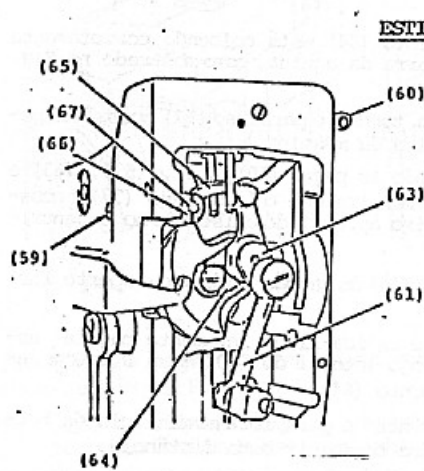

Fig. 25
5. Afrouxe o parafuso pequeno (59), Fig.25 localizado na parte traseira do braço da máquina.
6. Gire a plia da máquina até que a abiela (65) da alavanca do estica-linha esteja na sua posição mais baixa e remova a biela (65) e seu pino gonzo (66) tomando cuidado para não afrouxar o seu pavio (67) até que o pino seja removido.
7. Pressione, com cuidado, o estica-linha (60), Fig.25, para dentro da máquina, girando a polia da máquina, conforme necessário, até que o estica-linha esteja livre para ser retirado.
8. O conjunto do estica-linha incluindo peças (60), (61), (62), (63) e (64) pode agora ser retirado livre do excêntrico do movimento da barra da agulha.
1. Certifique-se de que a chapa de deslizamento (64) está colocada corretamente e sem danos na frente do excêntrico da barra da agulha, como mostrado na Fig.25.
4. Ajuste os dois laços do pavio de óleo no suporte de maneira que os dois laços se aproximem o máximo possível dos dois jogos de rolamentos da agulha 962) sem, contudo, tocá-los, conforme mostrado na Fig.25.
5. Aperte firmemente o parafuso (68) do suporte do pavio de óleo.
6. Coloque o tampão (55) na parte superior do braço.